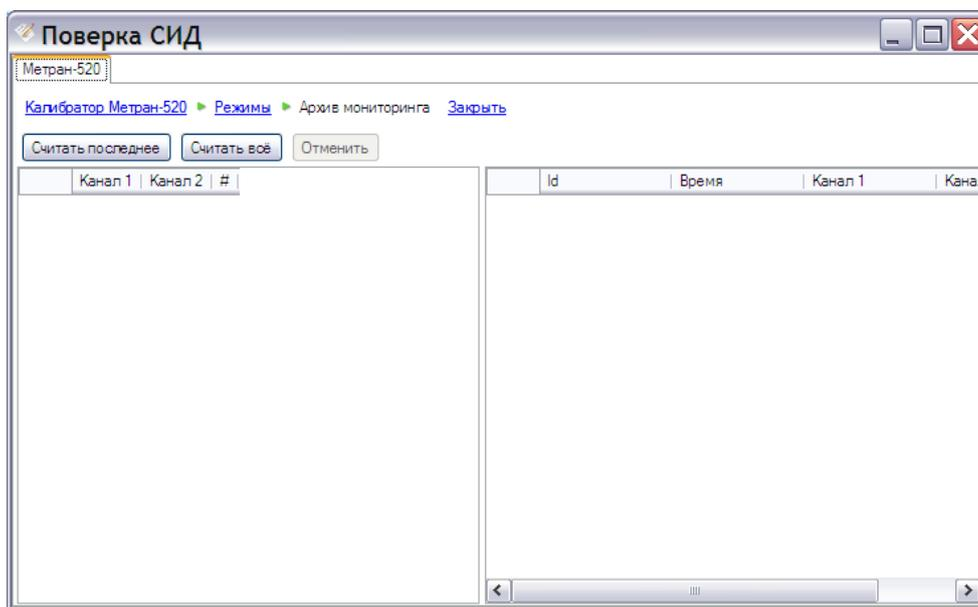

Рисунок 4.117 – Режим работы с прибором Метран-520 (Архив мониторинга)
- Архив мониторинга (см. Рисунок 4.117);
Программа в режиме «Архив мониторинга» позволяет считывать последние измеренные калибратором значения (см. Рисунок 4.117):